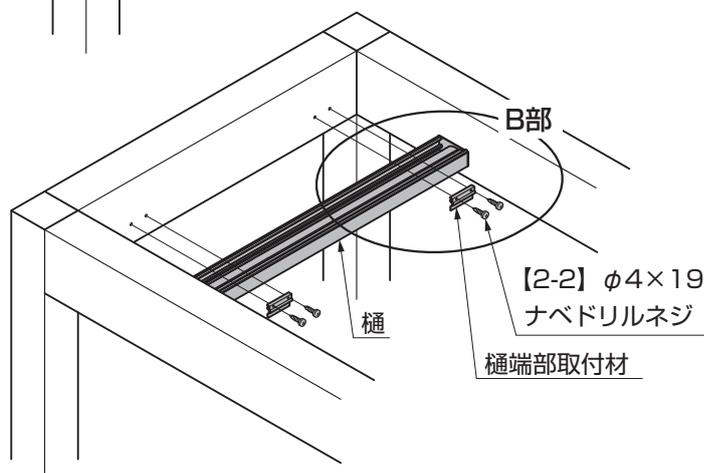

図2-12 1スパンの場合
- 1スパンへの樋の取付けは樋端部取付材で取付けます。(図2-12参照)